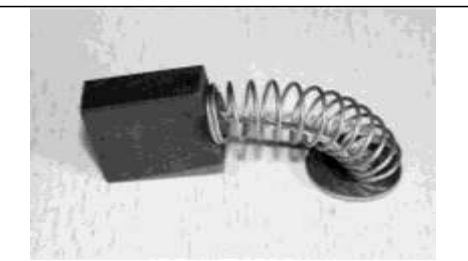

Рис.22
12.1. Замена угольных щеток. Заменяйте угольные щетки, Рис.22, когда они изношены до 4,8 мм их длины. Щетки необходимо менять парами. Для безопасной и надежной работы пилы замену щеток должен производить специалист. Помните, что ремонт пилы должен проводиться в условиях сервисных центров с использованием только оригинальных запасных частей и расходных материалов.